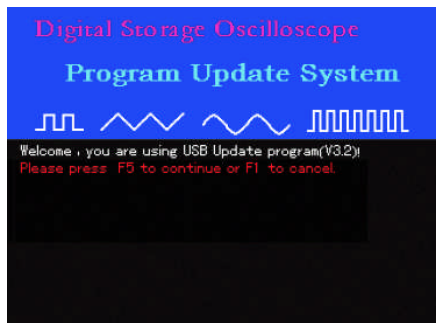

图5-1
- 2、按 **[POWER]** 按键打开示波器，将进入程序升级系统欢迎界面，如图5-1所示，“欢迎使用USB程序升级系统，按 **[F5]** 进行程序升级操作，按 **[F1]** 退出程序升级系统”。
3、在图5-1所示中，按下[F5]键，进入程序升级操作，如果用户U盘根目录下只有一个升级程序包，直接进入第四步，否则将弹出图5-2所示升级文件选择界面，调节拨盘选择所需文件，按[F5]确认选中升级文件，按[F1]退出升级。